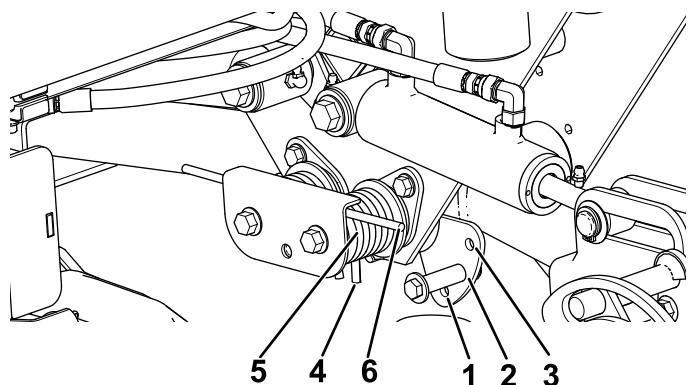

Bild 45
Um in die Abwärtsdruckkonfiguration zu wechseln, muss die Fangplatte entfernt werden, um die beiden Federn von einer Seite aus zu tauschen, und der kurze Federschenkel muss nun an der oberen Lippe der Fangvorrichtung anliegen (Bild 45).
2. Führen Sie ein Rohr oder ein ähnliches Objekt in die lange Feder ein, um die Federspannung während der Einstellung aufzuheben (Bild 45).
3. Wenn Sie die Federspannung aufgehoben haben, nehmen Sie die Schraube und Sicherungsmutter ab, mit denen der Federaktuator an der Halterung befestigt ist (Bild 45)